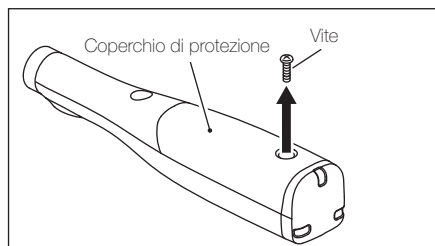

Fig. 12
3. Svitare la vite che trattiene il coperchio di protezione con un cacciavite. (Fig. 12)